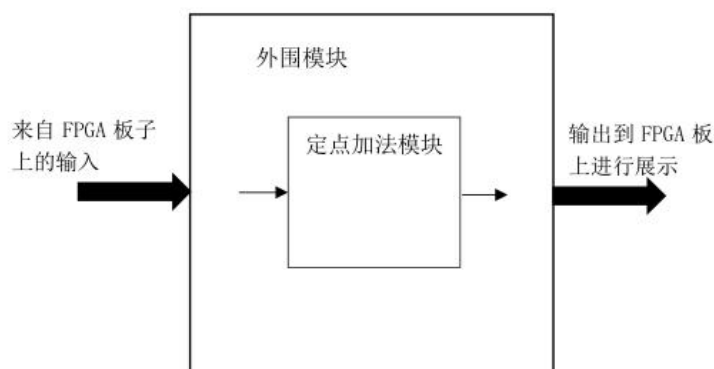

图 2.1 定点加法设计实验的顶层模块大致框图
6. 将以上设计作为一个单独的模块，设计一个外围模块去调用该模块，见图 2.1。外围模块中需调用封装好的触摸屏模块，显示两个加数和加法结果，且需要利用触摸功能输入两个加数。
- 5) 如果对 FPGA 板了解的话，可确定设计中与 FPGA 板上交互的接口，画出包含外围模块的整体设计框图，即补充完善图 2.1。